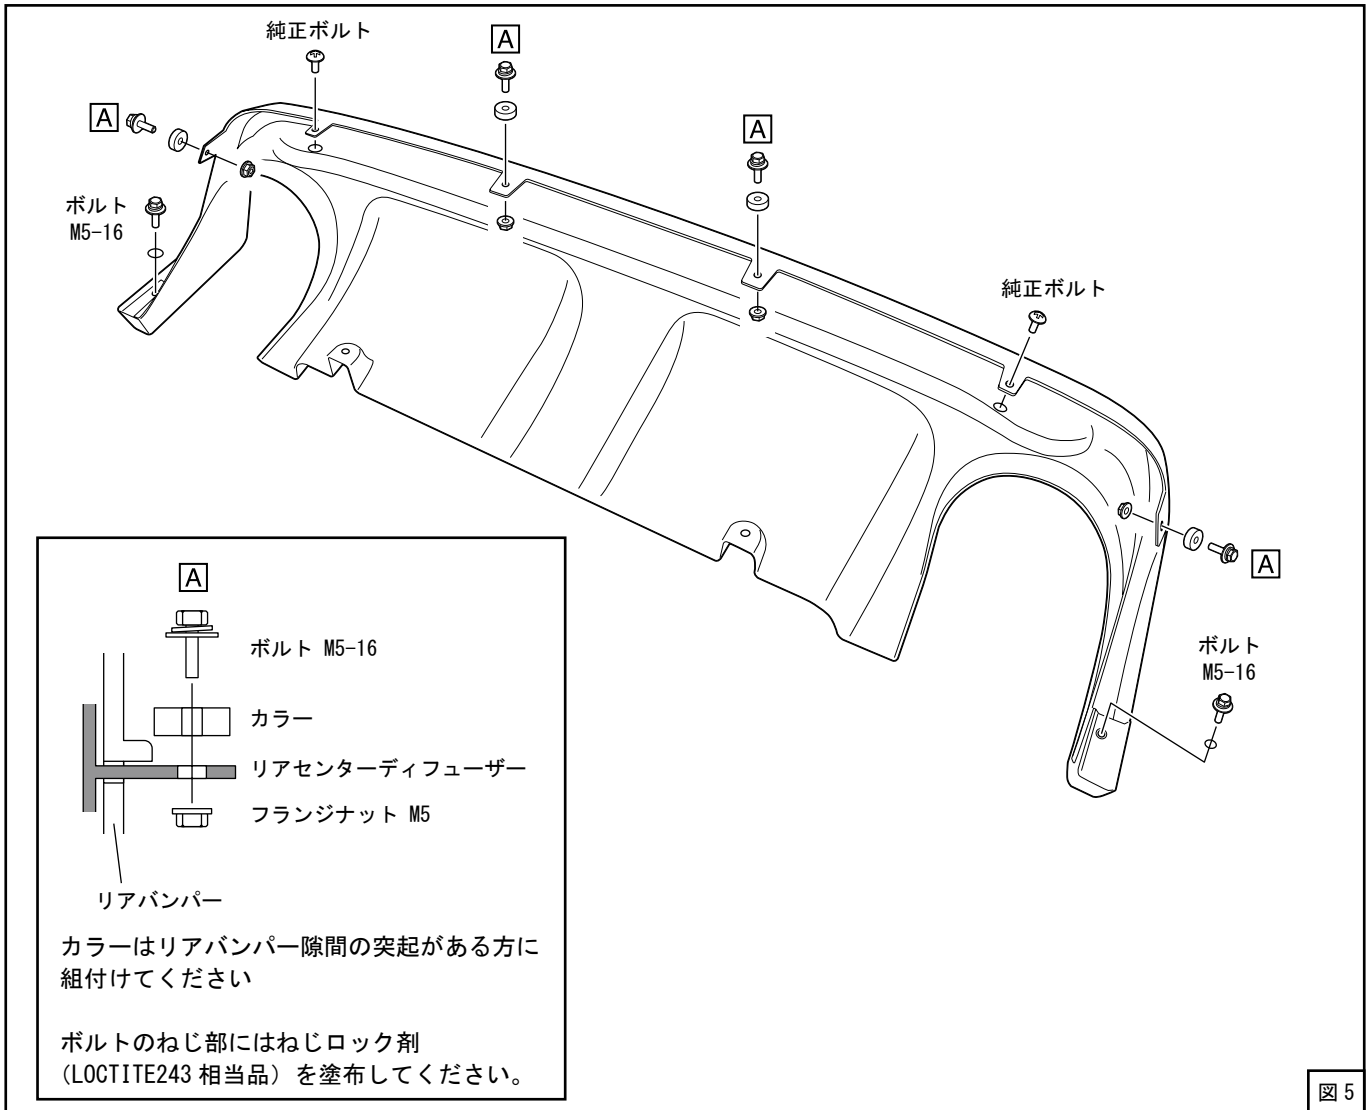

図5
(6) リアバンパーにリアセンターディフューザーを取付けてください。(図5)